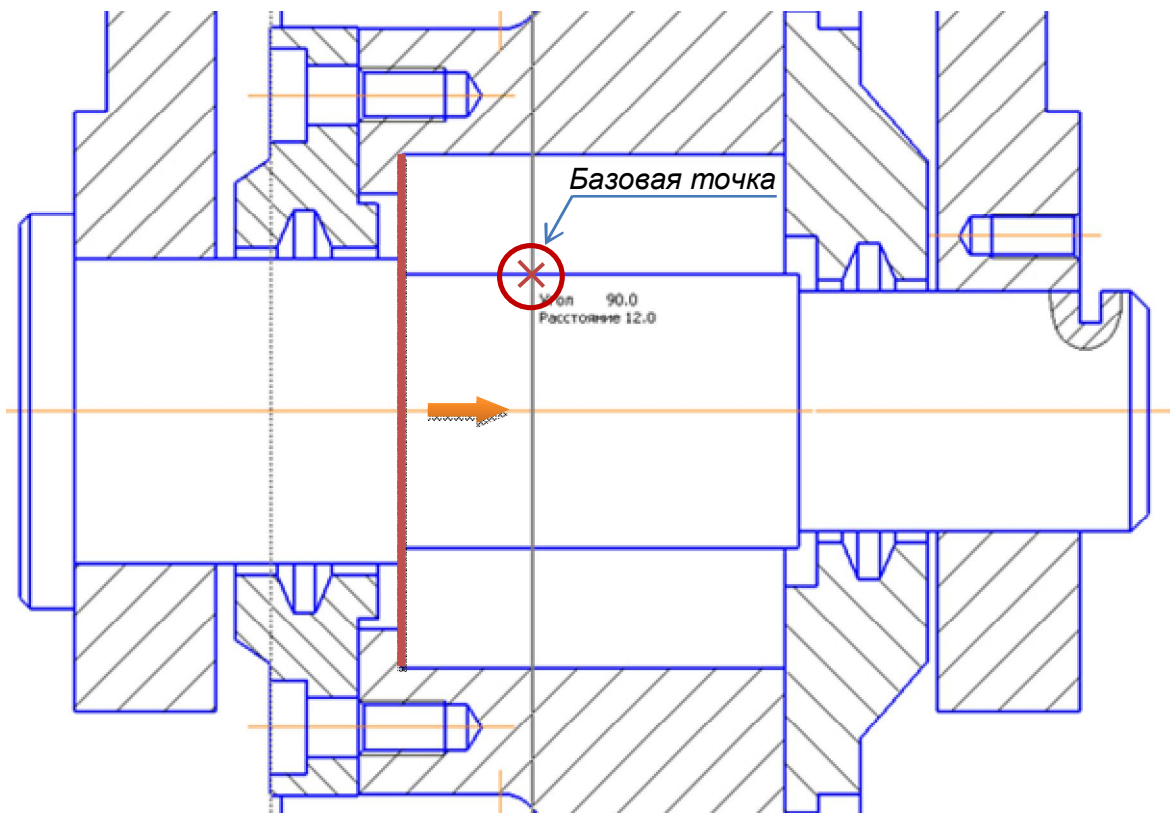

Рис. 4.24. Базовая точка для установки детали «Втулка»
- Постройте вспомогательную прямую на расстоянии 12 мм от указанной на рис. 4.24 плоскости. Точка пересечения построенной прямой и контура оси – это привязка для установки втулки.